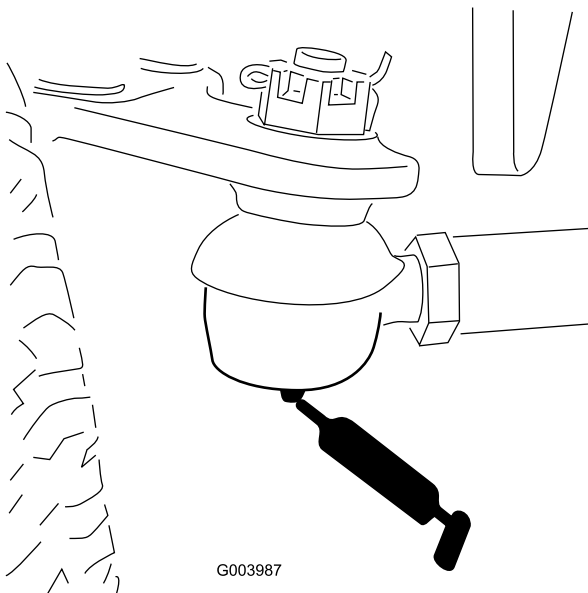

Рисунок 33
- Тяги заднего моста (2 шт.) (Рисунок 33)